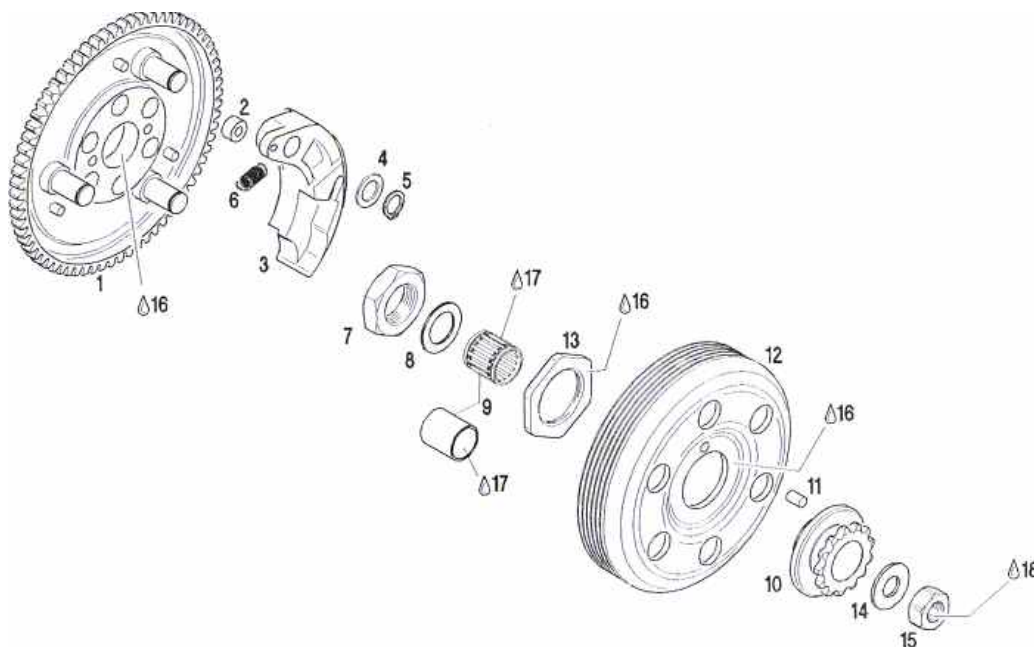

Fig. 15
- ⇒ Quite la tuerca hexagonal (art. 15) y la arandela de empuje (axial) (art 13). Vea la Fig 15.